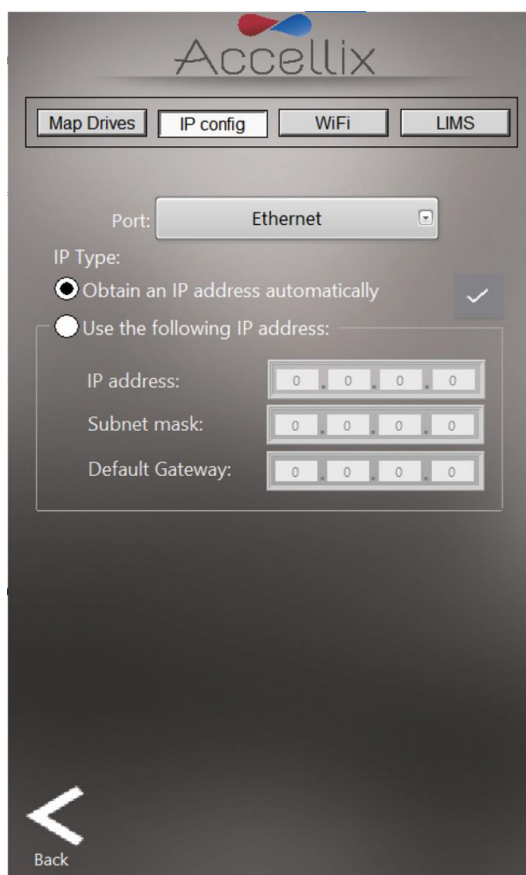

Figure 27 : écran Réseau : onglet Configuration IP
2. L'onglet IP Config (Configuration IP) (Figure 27) permet de configurer l'adresse TCP/IP pour l'un quelconque des deux ports Ethernet de l'instrument Accellix de façon dynamique ou à l'aide d'une adresse IP statique. Pour définir une adresse IP statique :